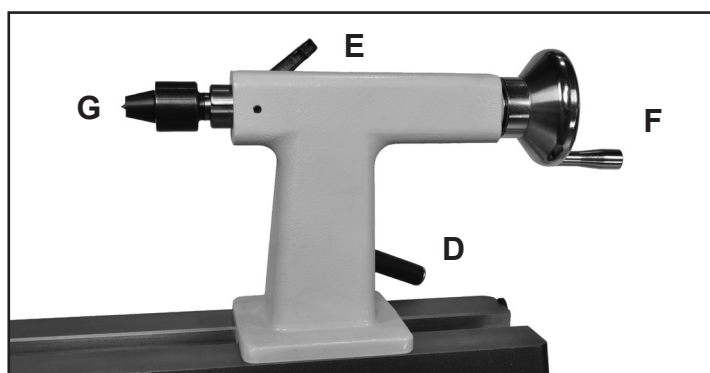

FIG. 5
1. **POIGNÉE DE BLOCAGE DE POUPEE MOBILE (FIG. 5, D)** Verrouille la poupée mobile en position sur toute la longueur du banc de tour.